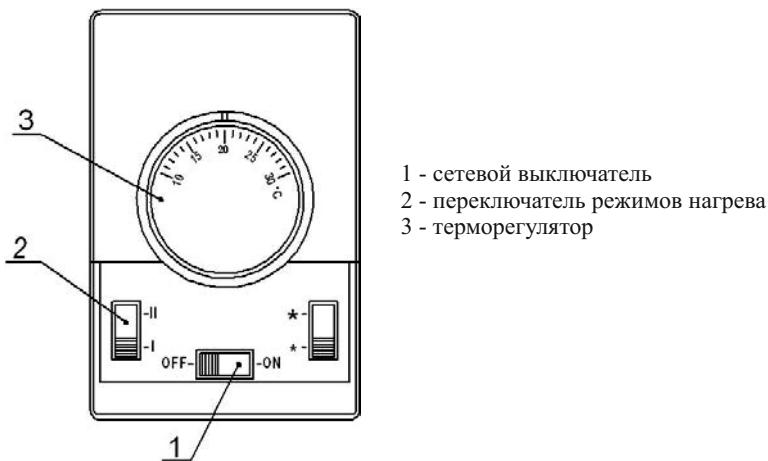

Рис.1 Пульт управления
(см. рис.1). Пульт управления позволяет поддерживать необходимую температуру воздуха вблизи места его установки и регулировать тепловую мощность завесы.
7.1 Перед включением завесы диск терморегулятора 3 (см. рис.1) должен быть повернут по часовой стрелке в крайнее положение. Переключатель 1 должен находиться в положении **OFF**.